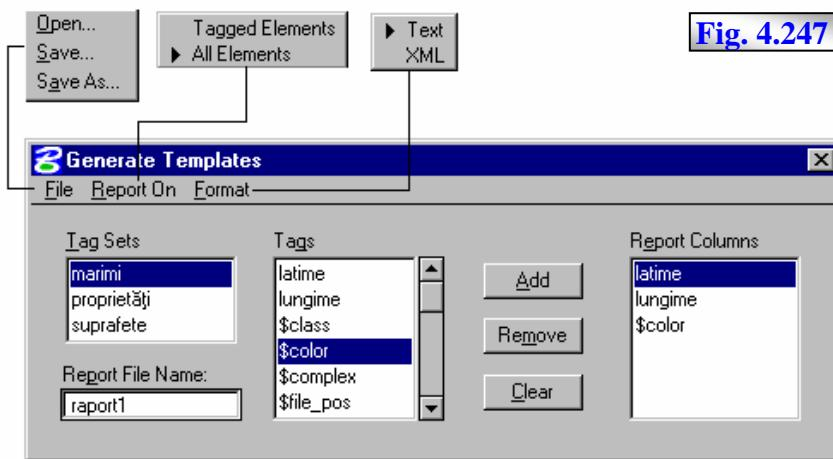

Fig. 4.247
- activarea ferestrei **Generate Template**, fig. 4.247, din meniul MS în succesiunea **Element → Tags → Generate Templates**;